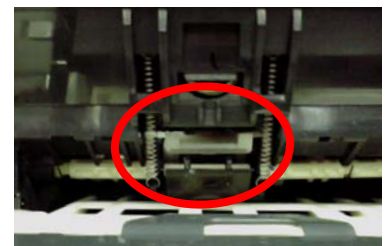

図 7
- ④ 背面から見ると下側のローラを押したことで、〈図 7 参照〉